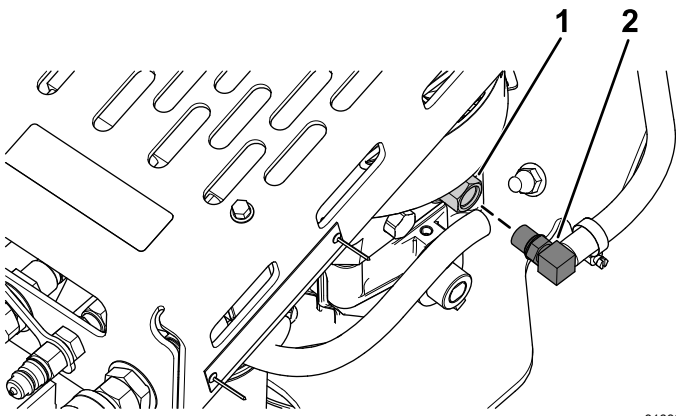

Figura 5
5. Retire el codo del acoplamiento de la bomba hidráulica (Figura 5).